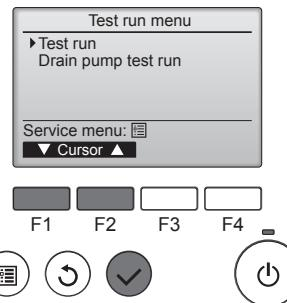

Fig. 7-5
- ④ С помощью кнопки **F1** или **F2** выберите пункт "Test run" (Тестовый прогон) и нажмите кнопку . (Fig. 7-5)